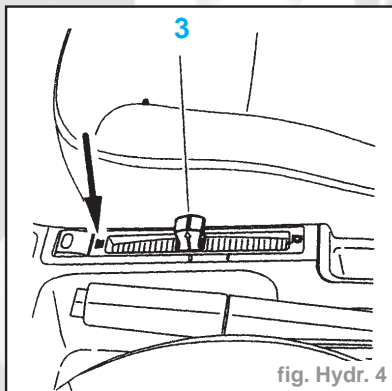

fig. Hydr. 4
- La commande de hauteur (3) permet la mise hors pression (fig. Hydr. 4) :